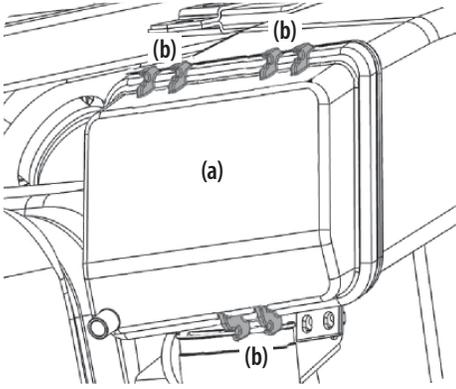

Figure 5-25
2. Enlevez le couvercle du filtre à air (a) des trois agrafes (b). Voir Figure 5-25.